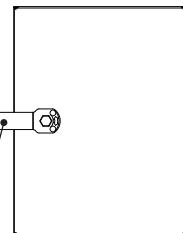

図 4
- 扉を手で押さえ、操作ハンドルの六角穴をハンドルファスナーの六角部に、はめ込んでください。(図4)